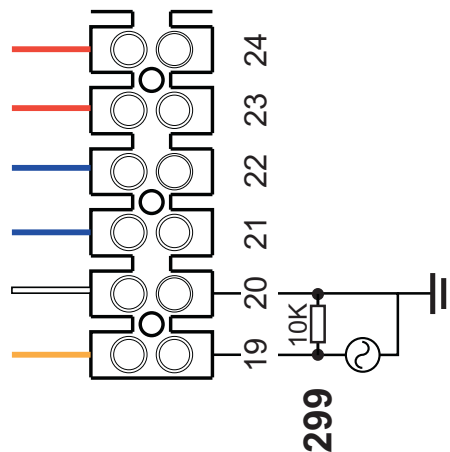

fig. 91-
**ATENCIÓN:** En caso de inestabilidad en la lectura de la señal 0-10 V por parte de la centralita electrónica, se sugiere conectar la referencia de la señal a tierra y montar una resistencia de 10K en paralelo, como se indica en fig. 91.